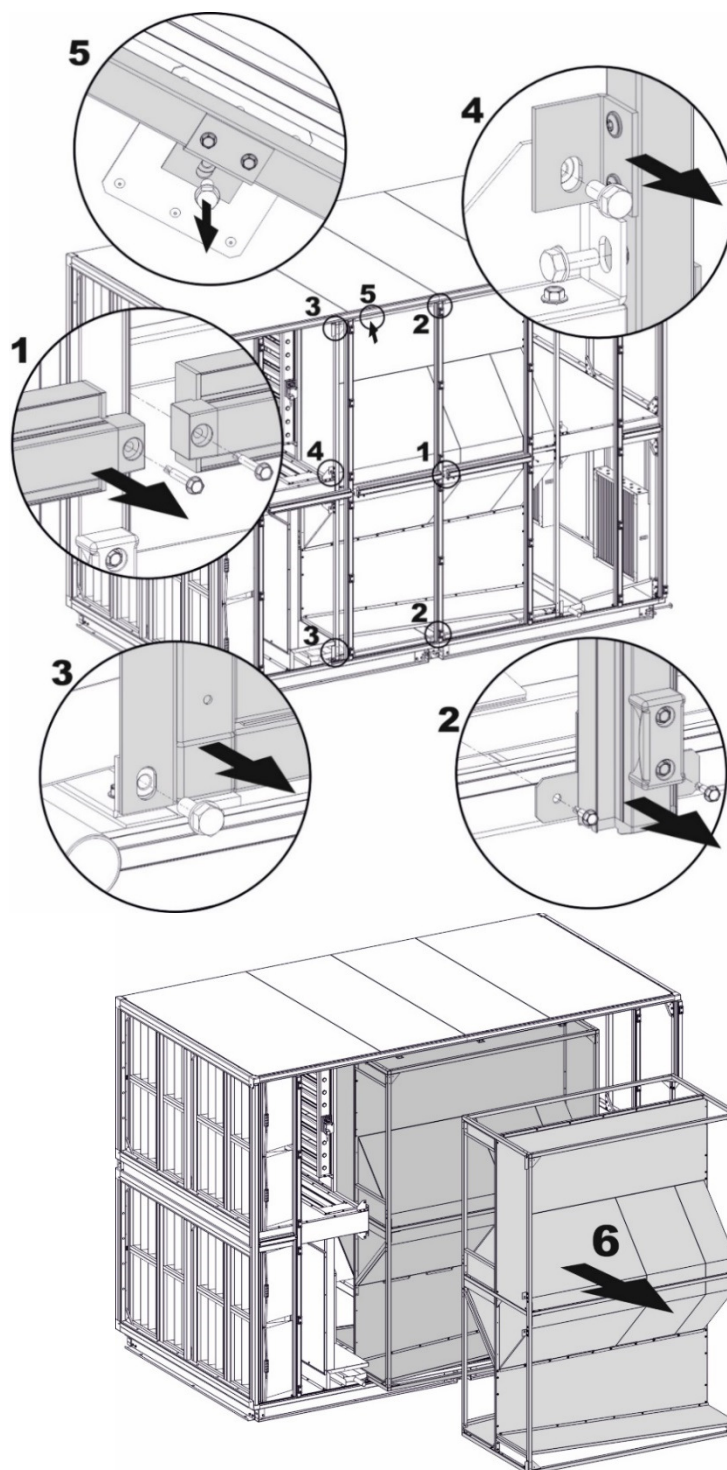

Рис.23. Демонтаж гексагональных теплообменников с агрегатов типоразмера VS 75-650
- 1.Открутите винты, удерживающие горизонтальные накладки (поз.1, рис.23), и снимите их;
- 2.Открутите винты, фиксирующие средние стойки сверху и снизу (поз.2, рис.23) и снимите их;
- 3.Открутите болты, фиксирующие кожух теплообменника. Болты располагаются сверху и снизу (поз.3, рис.23) и центральной части секции (поз.4, рис.23). В агрегатах типоразмеров VS 75-230 имеется дополнительное потолочное крепление (поз. 5, рис.23);
- 4.Снимите кожух теплообменника с АНУ (поз. 6, рис.23).